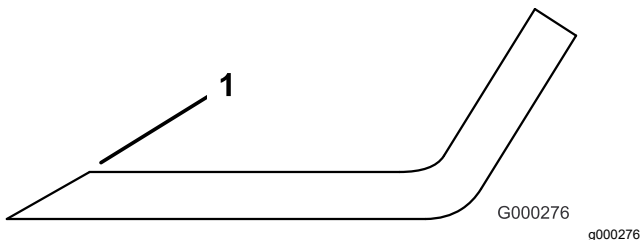

図 132
3. すべてのブレードの刃先を点検し、刃先が丸くなっていたり打ち傷がある場合には研磨する 図 132。
注 研磨は刃先の上面だけに行い、刃の元々の角度を変えないように十分注意する 図 132。両方の刃先から等量を削るとブレードのバランスを維持することができます。